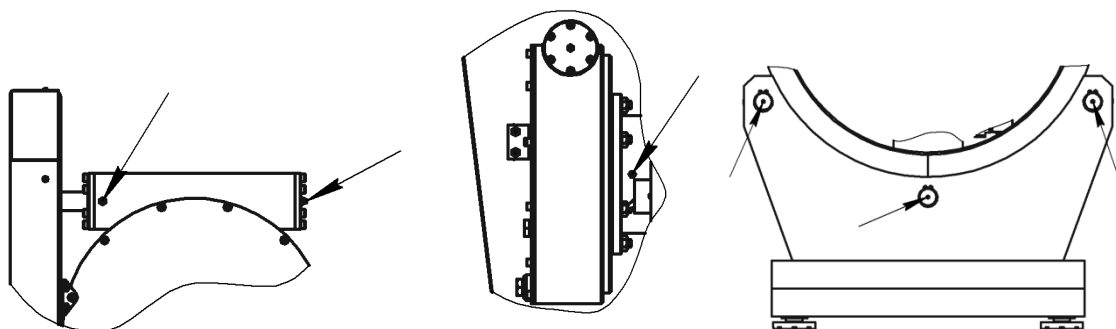

Рис. 2 Точки смазки станда
8.1. Не реже одного раза в 6 месяцев смазывать через пресс-масленку солидолом синтетическим ГОСТ 4366-76 подшипники шпинделя, редуктора и ролики. Точки смазки указаны на рис. 2.